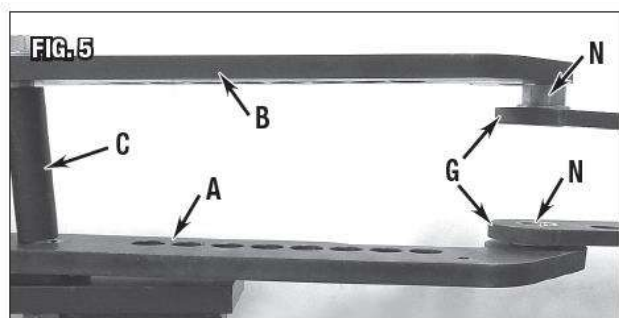

Рис. 5
1. Отвернуть две гайки М18 на концах болтов М18 и развести верхнюю и нижнюю пластины рамы (А) и (В) так, чтобы втулки сдвинулись в отверстиях большого диаметра 32 мм до их фланцев (Рис. 5).
2. Вставить ось шарнира (R) Ø1"x6-1/2" [Ø25x165 мм] в обе втулки.
3. Потянуть верхнюю и нижнюю пластины рамы вместе с внутренним болтом, оставляя внешний М18 болт и распорную втулку Ø1"x4" [Ø26x102 мм] (Рис. 5).